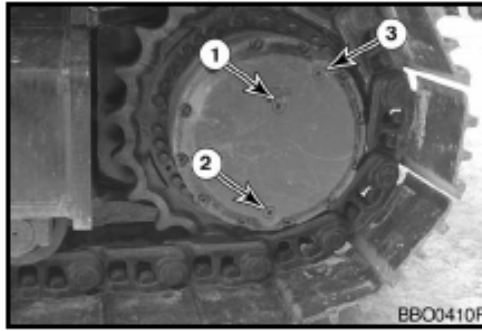

Figura 50
2. Haga girar las orugas hasta que los orificios de toma (1, 2 y 3, Figura 50) queden en la posición adecuada, tal y como se ilustra en la figura.
3. Retire el obturador (1, Figura 50).
6. Retire el obturador (1, Figura 50).